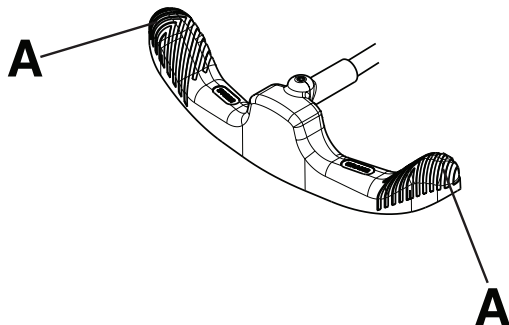

Рисунок 7 – Управление педалью тормоза/регулирования угла поворота
Примечание - Не нажимайте на центр педали тормоза/регулирования угла поворота. Нажимайте только на внешнюю сторону (A) педали тормоза/регулирования угла поворота (Рисунок 7).